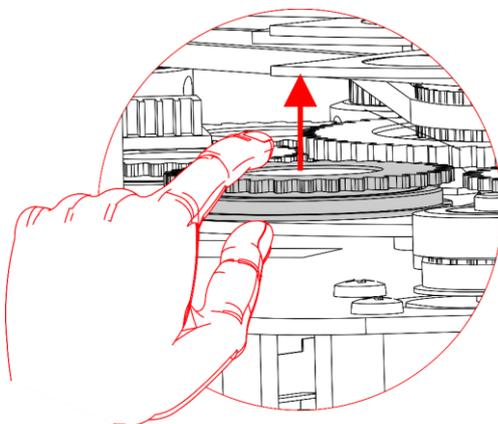
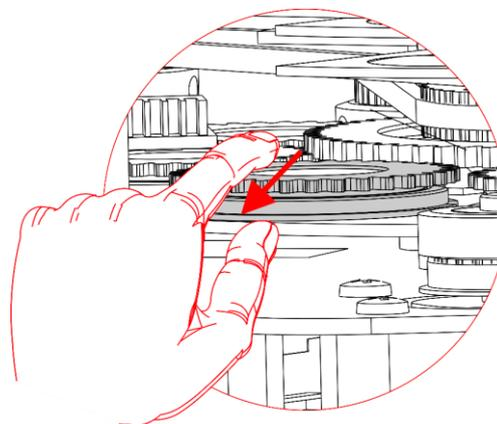

Abb. 13
Abb. 14
- 07) Heben Sie den Gobohalter vorsichtig etwas an und ziehen Sie ihn aus dem rotierenden Goborad heraus, wie in Abb. 13 und Abb. 14 gezeigt.